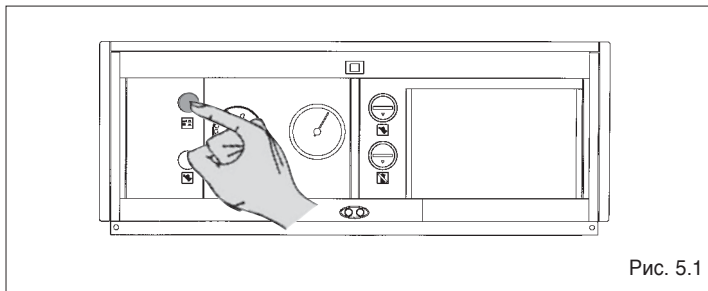

Рис. 5.1
- Нажмите кнопку выключателя на панели управления котла и убедитесь, что зеленая лампочка погасла (Рис. 5.1);